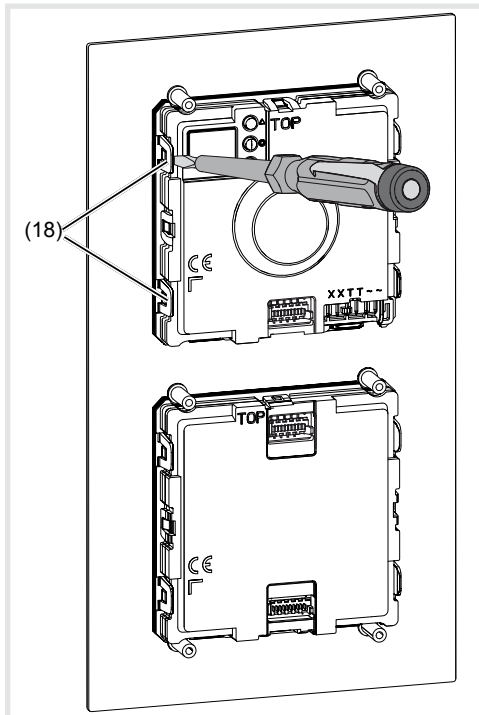

Bild 17: Modul entriegeln
- Zur Modul Entnahme die seitlichen Haltetaschen (18) der Modul-Halterung durch vorsichtiges Hebeln mit einem Schraubendreher entriegeln (Bild 17).